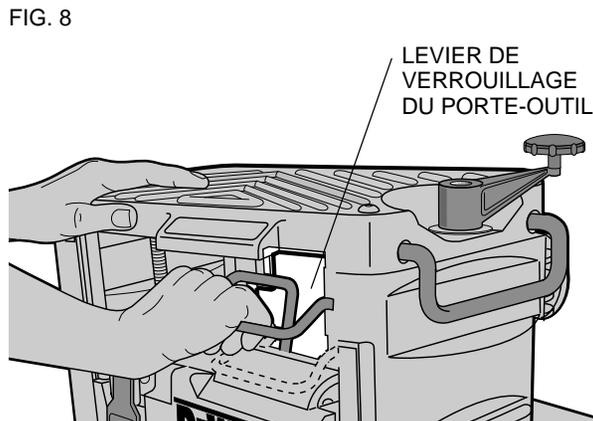

FIG. 8
Pour régler l'épaisseur voulue, il faut d'abord débloquer le levier de verrouillage du porte-outil (fig. 8). On peut ainsi régler facilement le porte-outil. Rebloquer le levier de verrouillage du porte-outil avant les travaux afin d'en optimiser les résultats.
- Débloquer le levier de verrouillage du porte-outil (fig. 8)